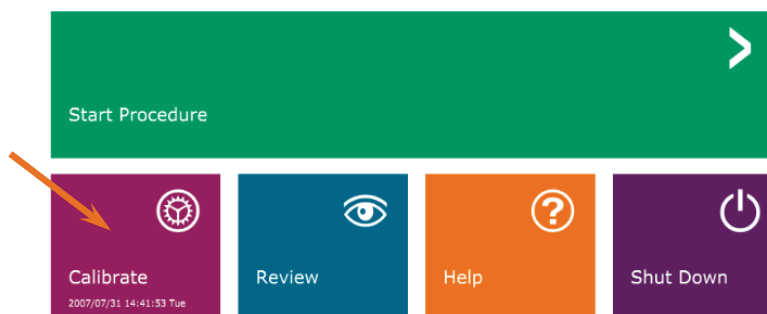

Figura 5.1.4
- Dalla pagina del Menu iniziale (vedi Figura 5.1.4) selezionare il pulsante **Start Procedure** (Avvia procedura).